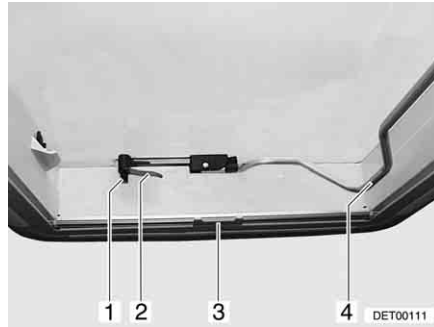
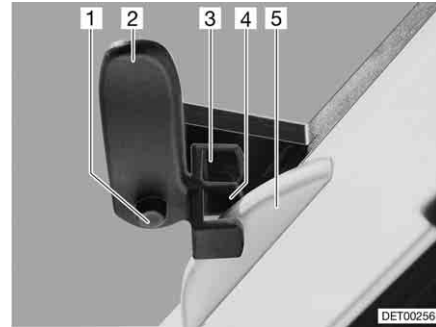

Fig. 65 Lanterneau Heki, fermé
Fig. 66 Lanterneau Heki en position de ventilation 1
- Appuyer sur le bouton de sûreté (Fig. 65,1) et tourner d'un quart de tour vers l'intérieur le levier de verrouillage (Fig. 65,2).
- Tirer l'étrier (Fig. 65,4) vers le bas, hors du dispositif de blocage.
- Tourner le levier de verrouillage (Fig. 65,2 et Fig. 66,2) d'un quart de tour. Le nez du dispositif de verrouillage du toit (Fig. 66,5) doit s'enclencher dans la fourche de verrouillage (Fig. 66,3).
- Enfoncer le bouton de sûreté (Fig. 66,1) et remettre le levier de verrouillage (Fig. 66,2) dans sa position initiale. Le nez du dispositif de verrouillage du toit (Fig. 66,5) doit s'enclencher dans la fourche de verrouillage (Fig. 66,4) inférieure.